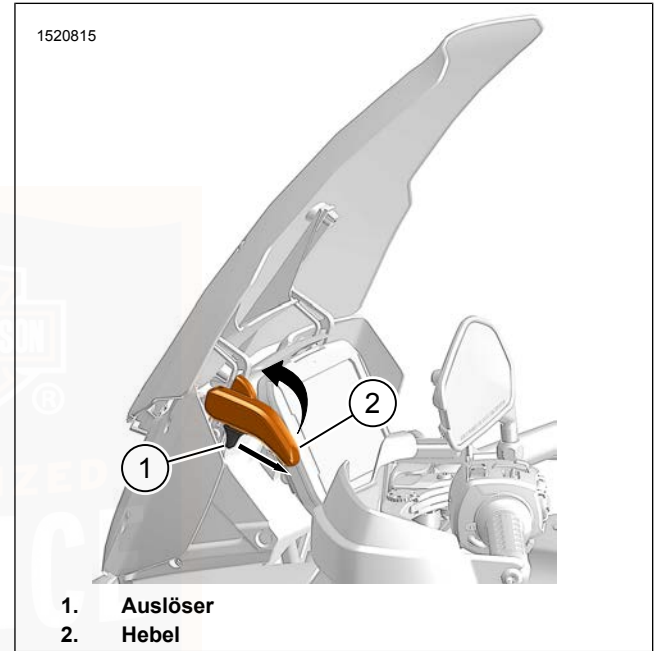

Abbildung 49. Höheneinstellung Windschutzscheibe
1. Siehe Abbildung 49. Halten Sie den Hebel (2) und betätigen Sie den Auslöser (1), bis der Hebel nach unten bewegt werden kann.
1. Siehe Abbildung 49. Halten Sie den Hebel (2) und betätigen Sie den Auslöser (1), bis der Hebel nach oben bewegt werden kann.